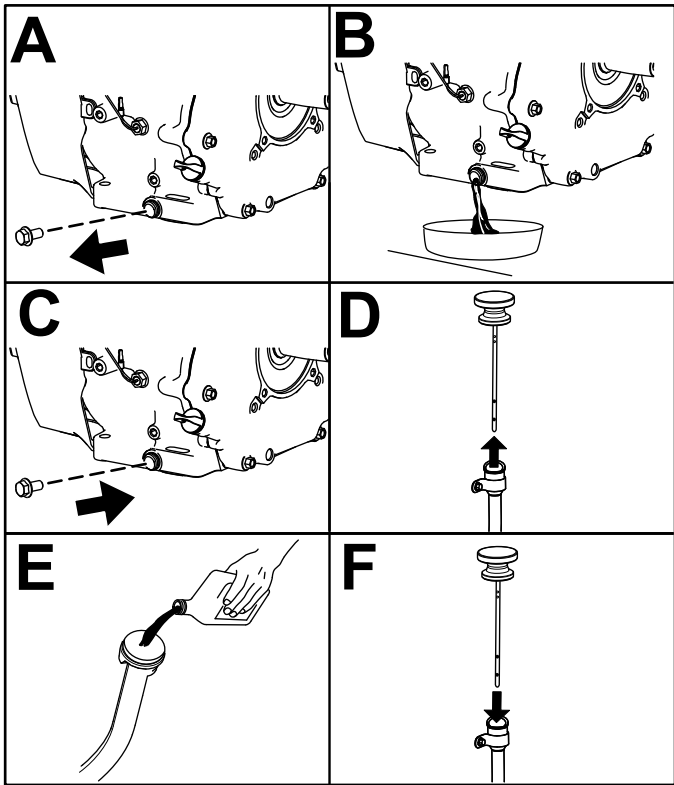

Figure 44
6. Vidangez l'huile moteur comme montré à la Figure 44.